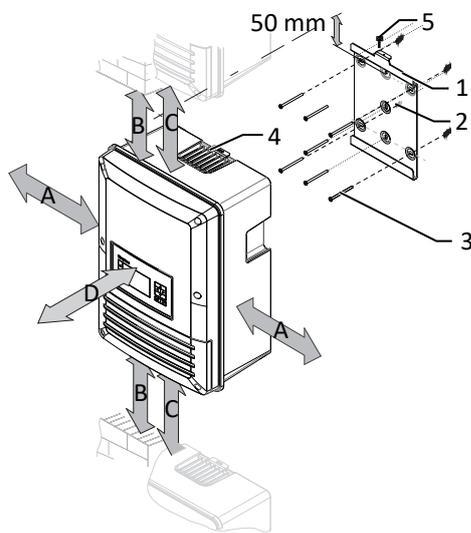

Abb. 12: Mindestabstände für Wandmontage
3. Beiliegende Schraube an der Lasche der Halterung einsetzen und Gerät zur Sicherung gegen Ausheben befestigen [✗ X Z2 (Pozidrive) /  1 Nm] ([Siehe Abbildung 12 ▶ Seite 18]).